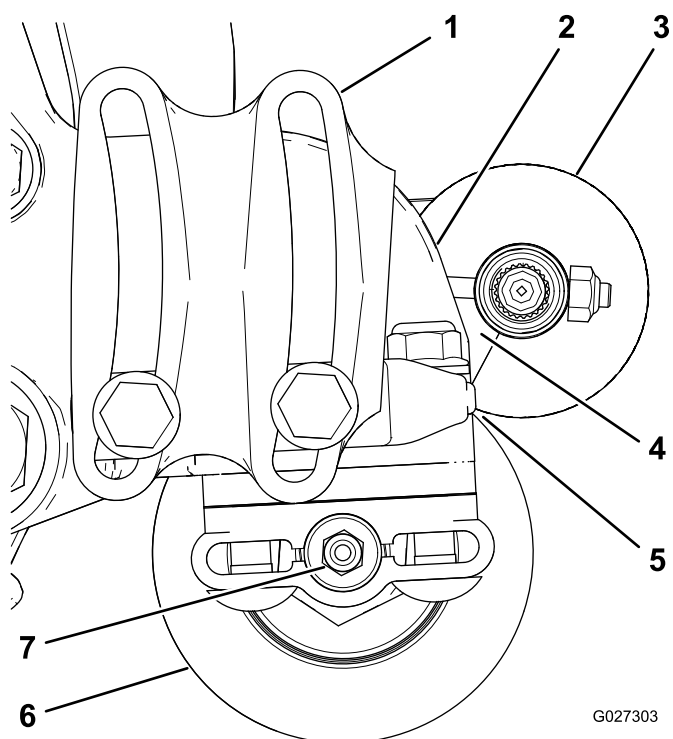

Figure 14
- Positionnez la brosse de sorte qu'elle touche ou appuie à peine sur le rouleau arrière (Figure 14).